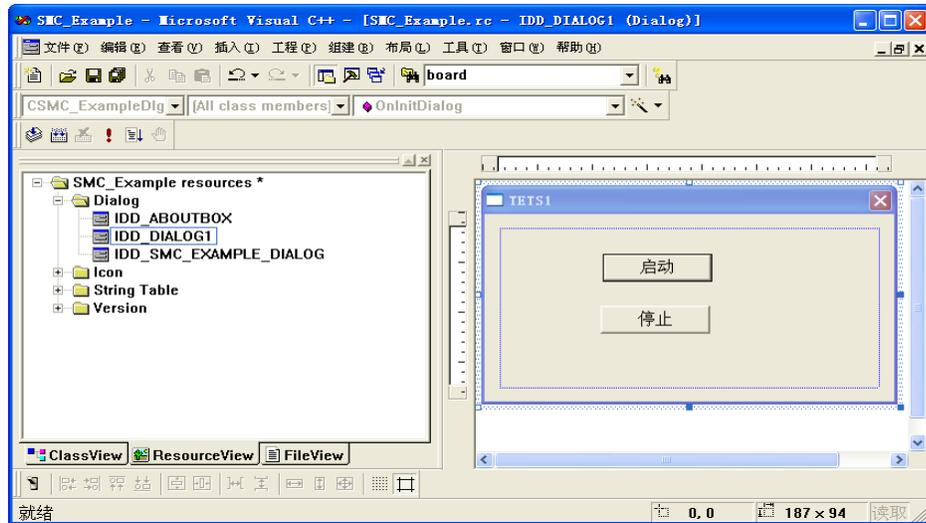

图6-6 修改对话框
7) 给对话框进行简单的修改, 增加按钮“启动”和“停止”; 并分别命名为“IDC_BUTTON_Start”和“IDC_BUTTON_Stop”，如图6-6所示。